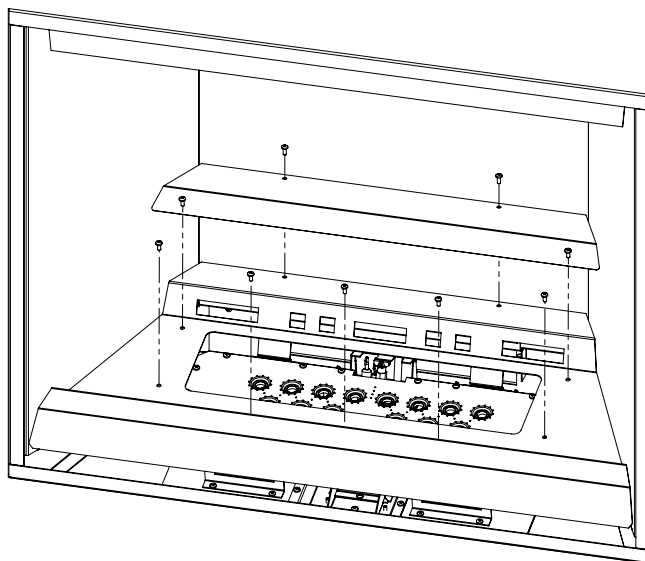

Figure 20: Retrait du plateau de support
5. Retirez le chapeau du plateau supérieur en retirant les deux (2) vis T-20 supérieures.
6. Retirez les sept (7) vis T-20 restantes fixant le plateau de support en verre (voir Figure 20). Soulevez et sortez.